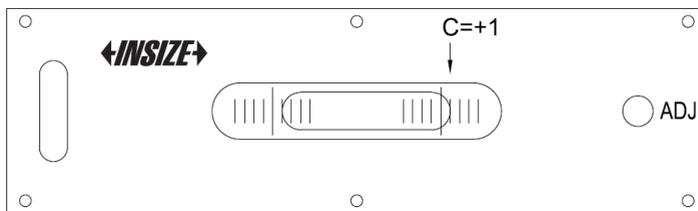

рис. 7
- б) После того, как пузырек перестанет двигаться, считайте значение С на шкале (рис. 7).